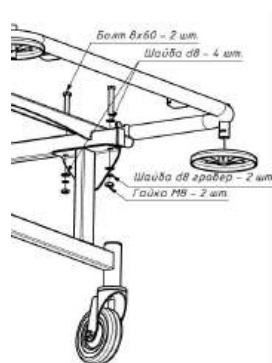

Рисунок 1 – Установка колесных опор и бамперов
2. Закрепить колесные опоры на раме через подготовленные отверстия, используя болты М8х60, шайбы d8, шайбы d8 гровер, гайки М8. Головка болта должна быть со стороны ложа. (см. рис. 1). Для сборки потребуются два гаечных ключа с зевом 13 мм.
3. Установить бамперы на патрубки бампера (см. рис. 1).